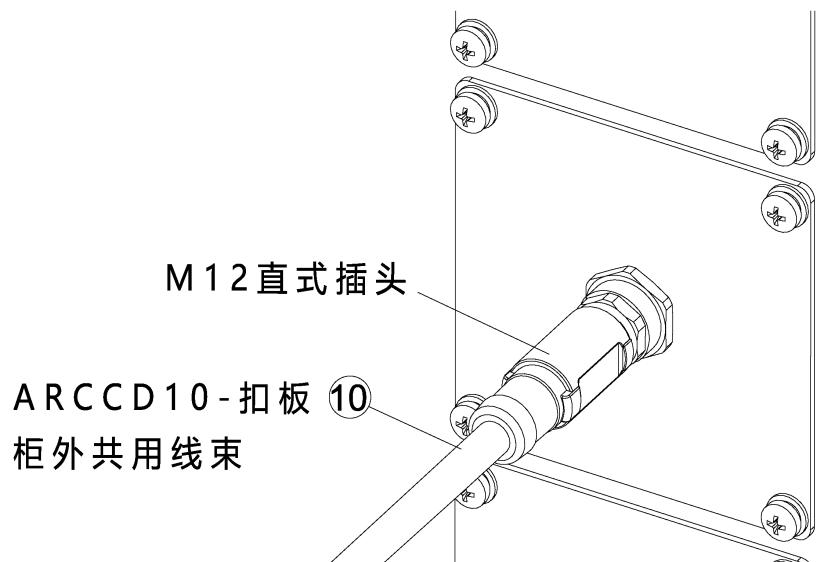

图 21-43 ARCCD10-扣板柜外共用线束接线
步骤6. 将⑩ ARCCD10-扣板柜外共用线束带有 M12 直式插头的一端按照三角定位标识接在柜体的 M12 母座接头上, 另一端接在⑪ 一体式弹簧端子台上, 参考图 21-43。